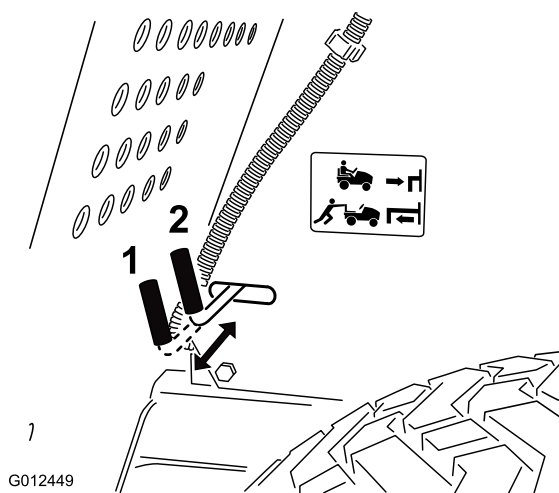

Figure 13
7. Tirez sur la commande d'engagement de la transmission, située derrière la roue arrière droite, pour désélectionner la position de poussée (Figure 13).
2. Poussez la commande de transmission en position de fonctionnement (Figure 13) pour embrayer la transmission.